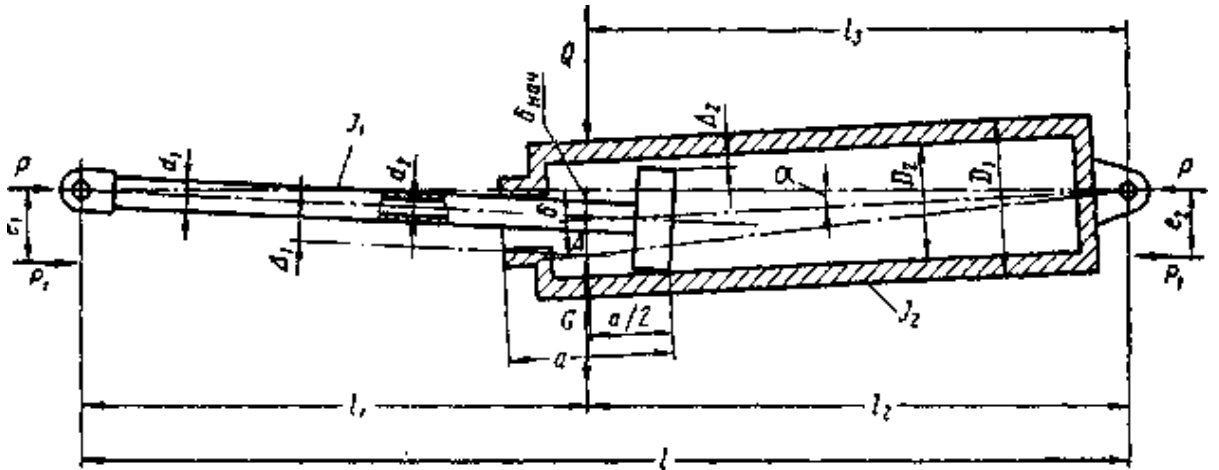

Рисунок 19.2-Схема нагружения силового гидроцилиндра
1) только центральные продольные сжимающие нагрузки P (рисунок 19.2).